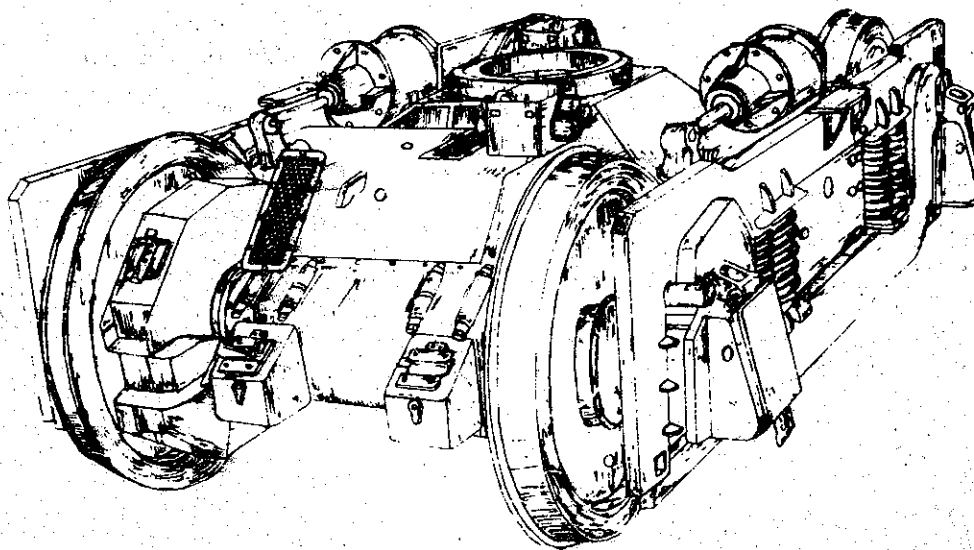

Figure 21. Vue cavalière de l'ensemble d'un bogie de loc 040 DE 50
- Figure 21 - Vue cavalière de l'ensemble de bogie d'une locomotive